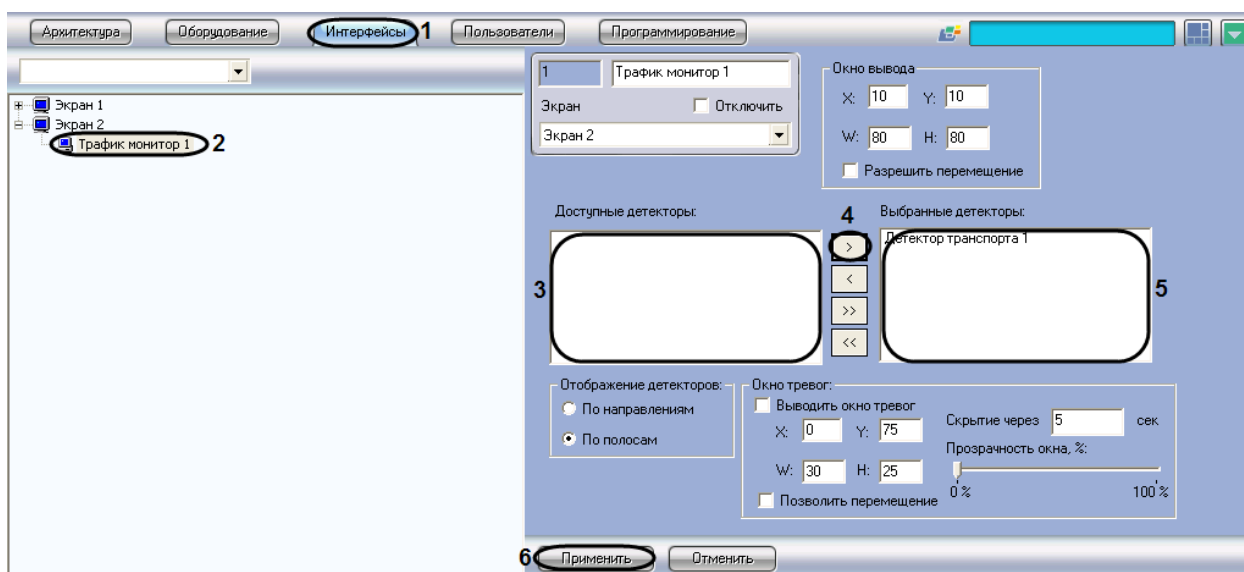

Рис. 7.8—2. Выбор детектора движения
4. Нажать кнопку «>» для перемещения выбранного значения в список «Выбранные детекторы» (см. Рис. 7.8—2, 4-5).
5. Нажать кнопку «Применить» для сохранения настроек (см. Рис. 7.8—2, 6).